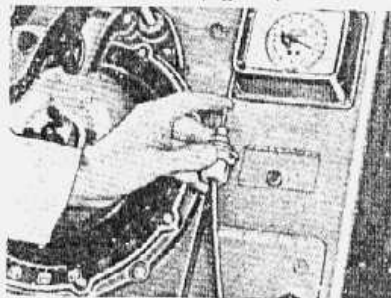

fig. 15 — teste de vazamento na unidade de vácuo
Utilizar um aparelho de teste de distribuidor equipado com bomba de vácuo (fig. 15).
- Com o motor em marcha-lenta, verificar o indicador da pressão de controle da transmissão em todas as posições da alavanca seletora. As pressões de controle da transmissão devem corresponder com as especificações constantes da tabela da fig. 15.
Parar o motor e remover a unidade do diafragma e a sua haste de controle. Examinar a haste de controle para ver se há empenamento ou corrosão da mesma. Verificar com o teste de distribuidor se há vazamento na unidade do diafragma (fig. 15).